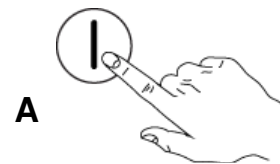

Abb. 13
- 4- Schließen Sie die Tür und drücken Sie den KNOFF "A", um die Spülmaschine einzuschalten. (Abb. 13)